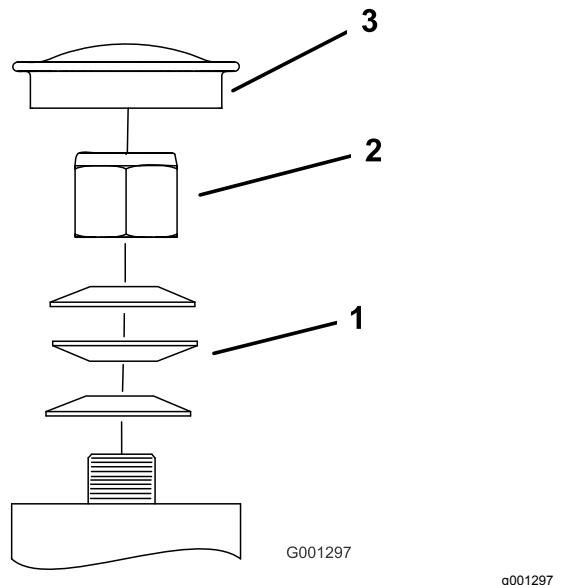

Figura 62
3. Retire el tapón guardapolvo de la rueda giratoria y apriete la contratuerca (Figura 62).
4. Apriete la contratuerca hasta que las arandelas de muelle estén planas, luego afloje $\frac{1}{4}$ de vuelta para establecer la pre-carga correcta de los cojinetes (Figura 62).
Importante: Asegúrese de que las arandelas de muelle están correctamente instaladas, según se muestra en Figura 62.
5. Coloque el tapón anti-polvo (Figura 62).